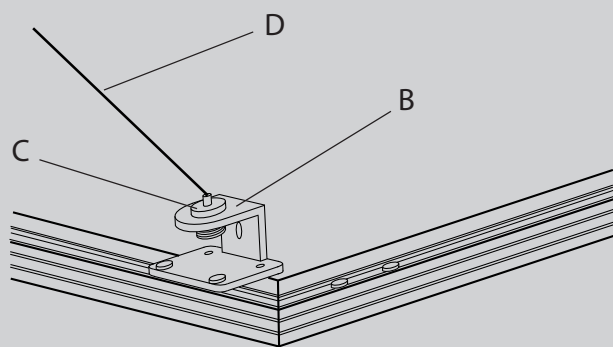

fig. 2
- Inserire uno dei terminali della fune di acciaio ad archetto **[C]** nel foro della staffa **[B]** presente sul retro dell'apparecchio e fissarla saldamente con l'apposito dado (fig. 2).
- Insert one of the steel wire rope bow's terminals **[C]** into the hole of the bracket **[B]** on the back of the device and fasten it securely with the provided nut (fig. 2).